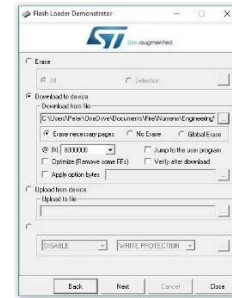

Figura 43 – Download file location
- 10) Navegue hasta donde se almacena el archivo del sistema operativo en la PC host (consulte la Figura 43).